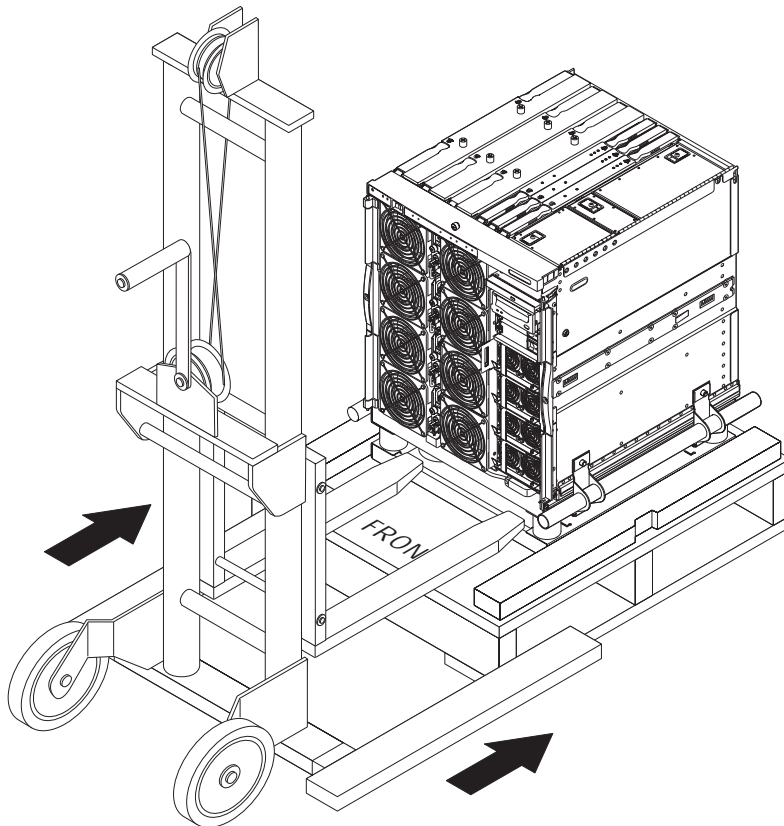

FIGURE 1-8 Insertion de l'appareil de levage dans le berceau
2. Introduisez entièrement la fourche de l'appareil de levage dans l'ouverture du berceau (FIGURE 1-8).